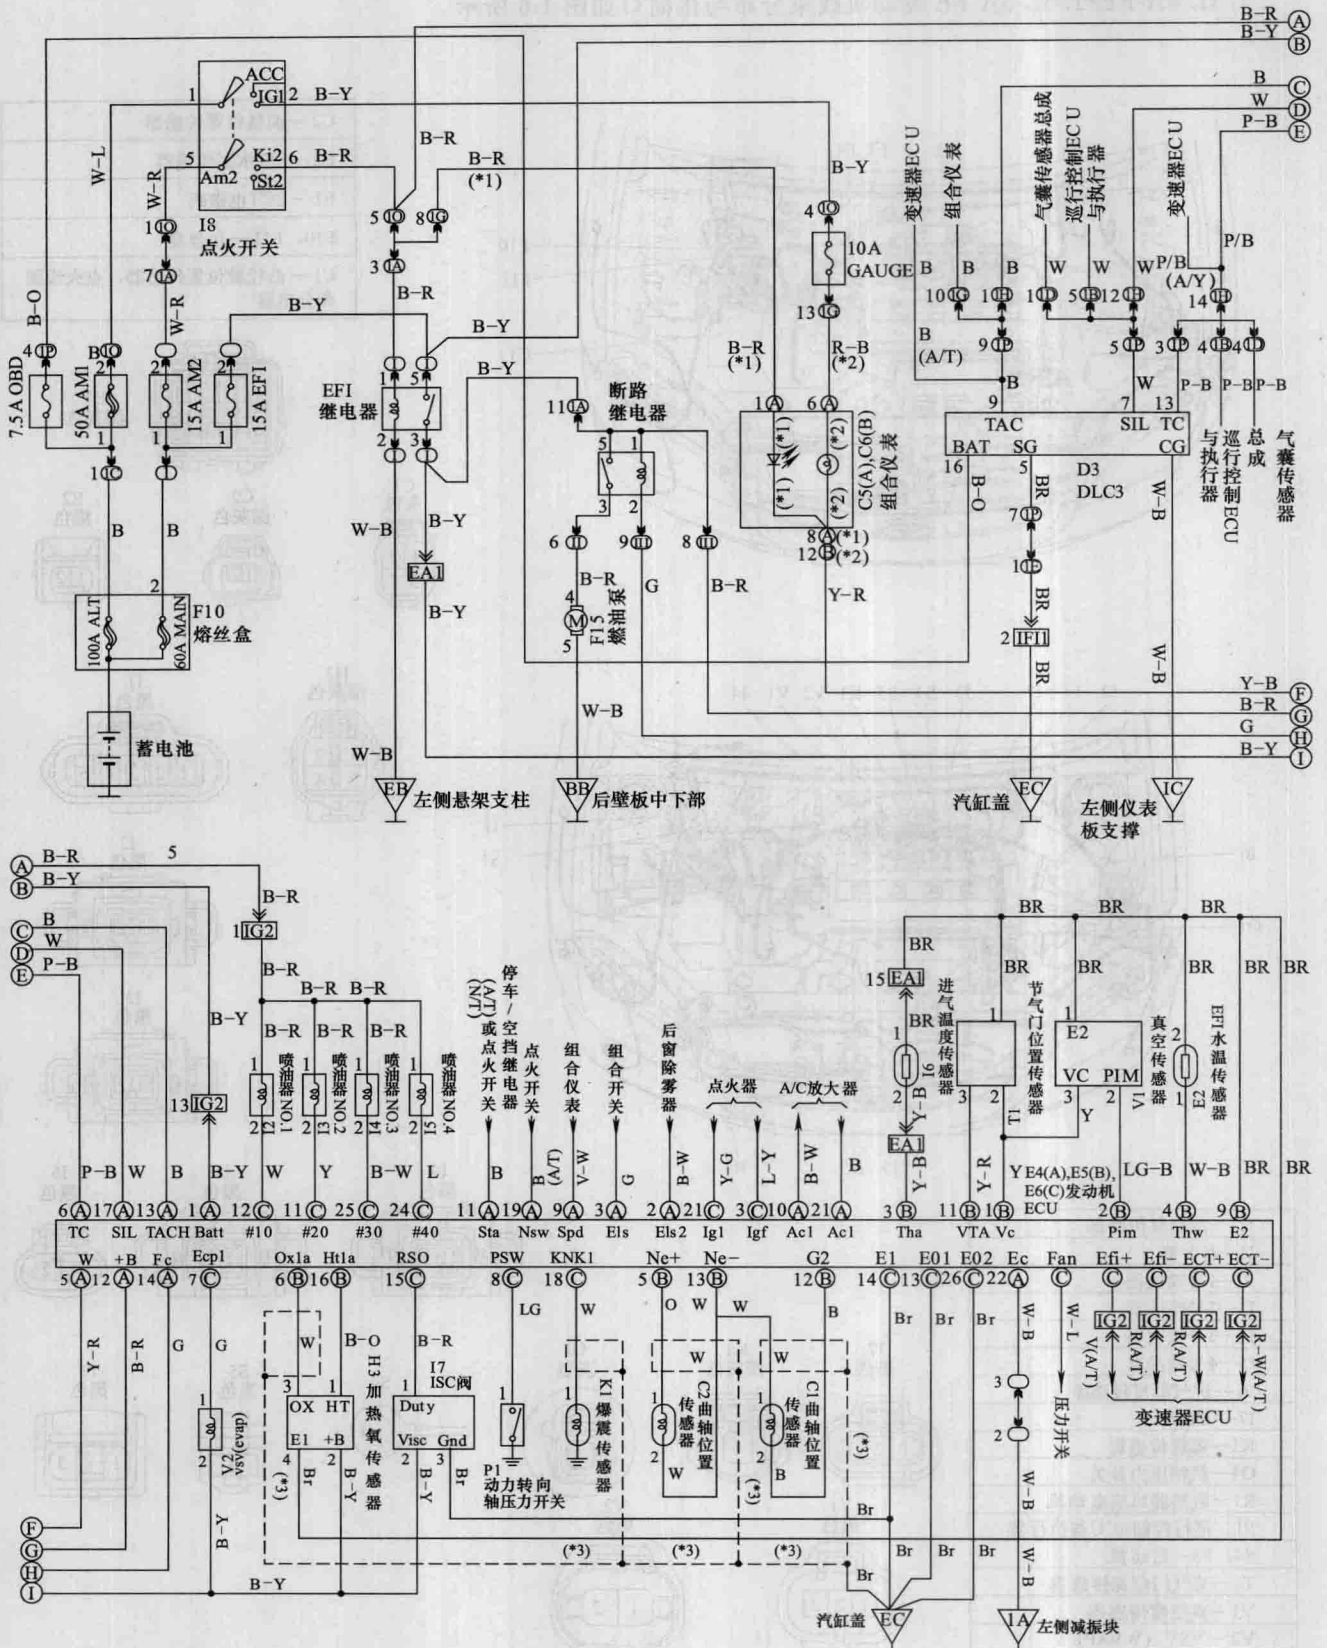

图 1-5 1.3L 8A-FE/1.5L 5A-FE 发动机控制系统电路
1.3L 8A-FE/1.5L 5A-FE 发动机控制系统电路如图 1-5 所示。